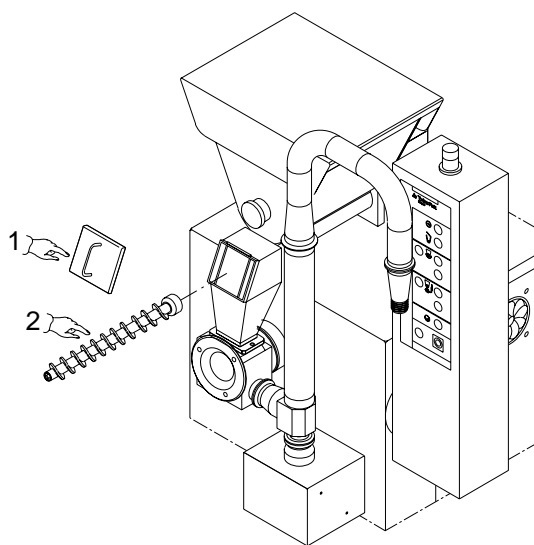

Fig. 7.1
- contemporaneamente versare soluzione di lavaggio (**a piccole dosi**) nella tramoggia primaria, in questo modo si lava l'agitatore (*Part.4, Fig.7.2*) e la coclea (*Part.3, Fig.7.1*).
Aprire il portello (*Part.1, Fig.7.1*) ed estrarre la coclea (*Part.2, Fig.7.1*).